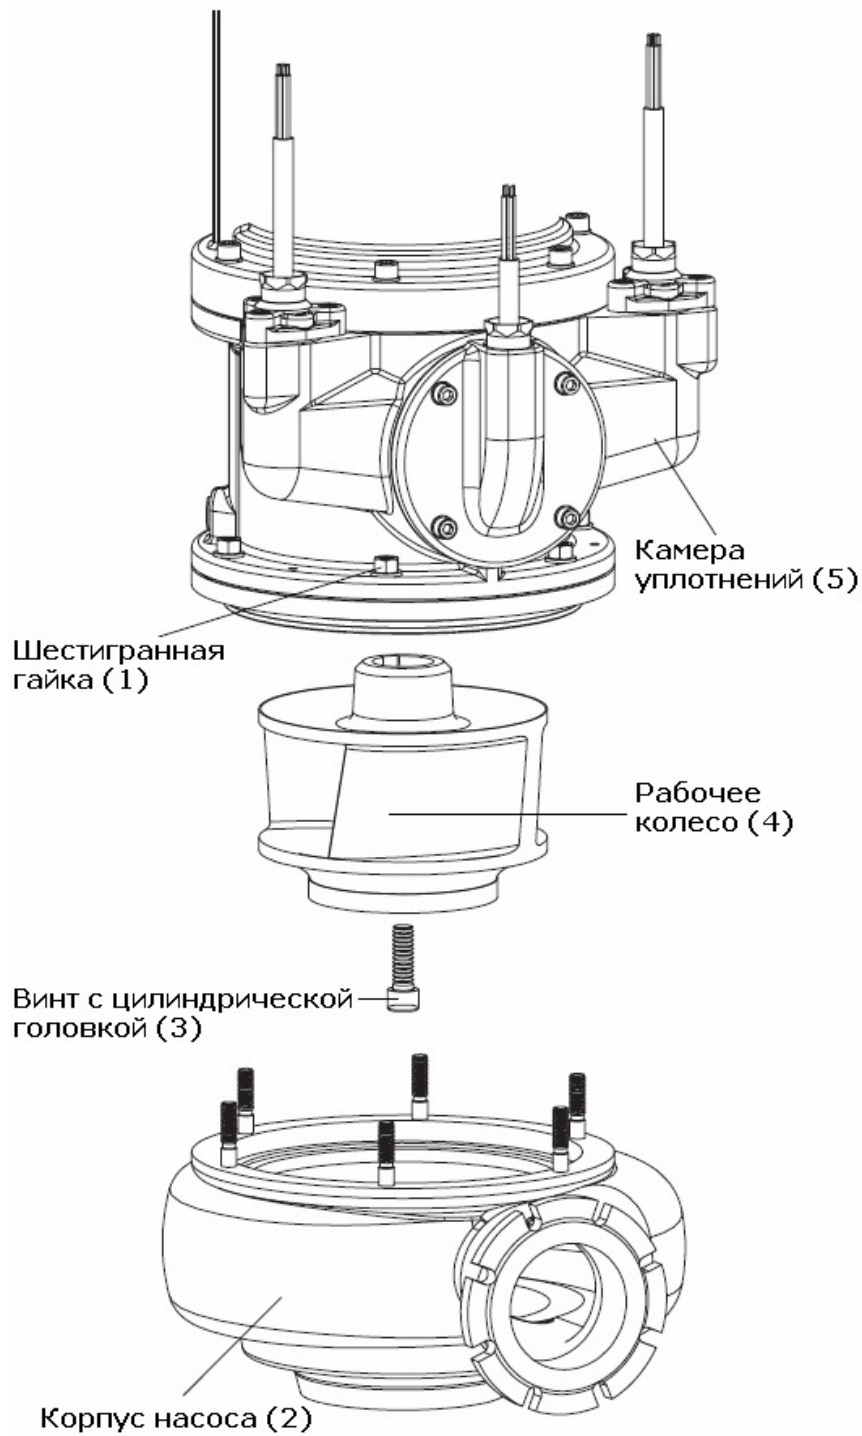

Рис. 7-2: Замена рабочего колеса – вариант 1
- 2 Корпус насоса (2) зафиксировать подходящими средствами, например, подъемником, и снять с корпуса камеры уплотнений. Уложить на прочное основание.
- 3 Рабочее колесо (4) зафиксировать подходящими средствами, вывинтить крепление рабочего колеса (3).
- 8 Установить насосную часть на корпус камеры уплотнений и закрепить шестигранными гайками (1).
**Вариант 1 (см. рис. 7.2)**